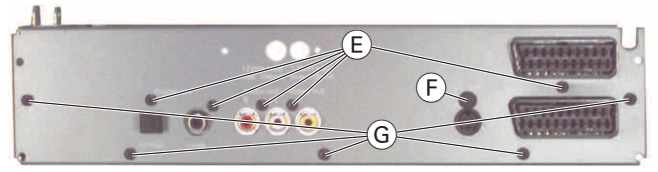

Fig. 2
- je 5 Schrauben **E/G** und Schraube **F** (Fig. 2) herausdrehen.
- Undo the 5 screws **E/G** and the screw **F** (Fig. 2).